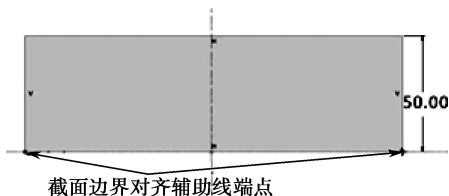

图 4-111 截面
(5) 单击操控面板中的  按钮, 进行二维截面绘制。在 origin 轨迹线的起点位置会显示十字中心线交汇。绘制如图 4-111 所示的截面, 截面的边界需与另两个曲线的起点对齐。单击操控面板中的  按钮退出草图绘制;